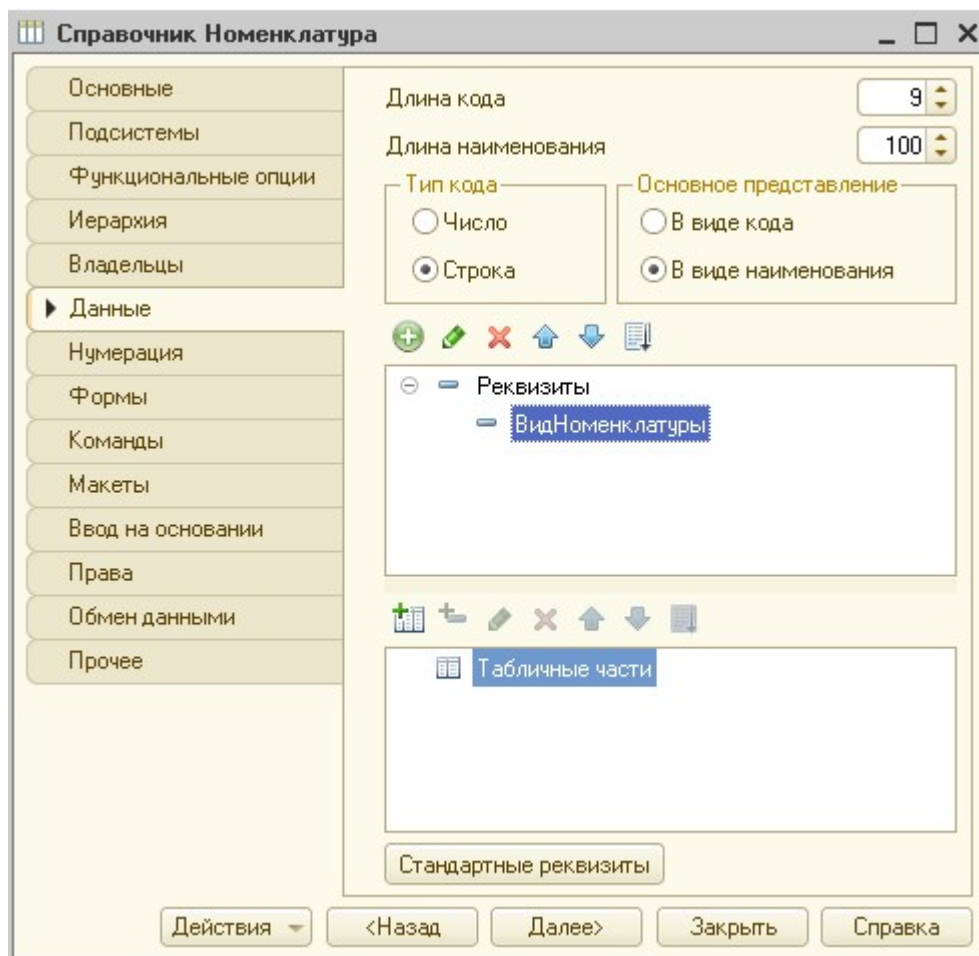

Рисунок 46 Справочник Вид номенклатуры
13. В справочник **Номенклатура** на вкладке «Данные» добавьте новый реквизит **ВидНоменклатуры**. В свойстве **тип** установите **ПеречислениеСсылка.ВидНоменклатуры** (рис. 46).